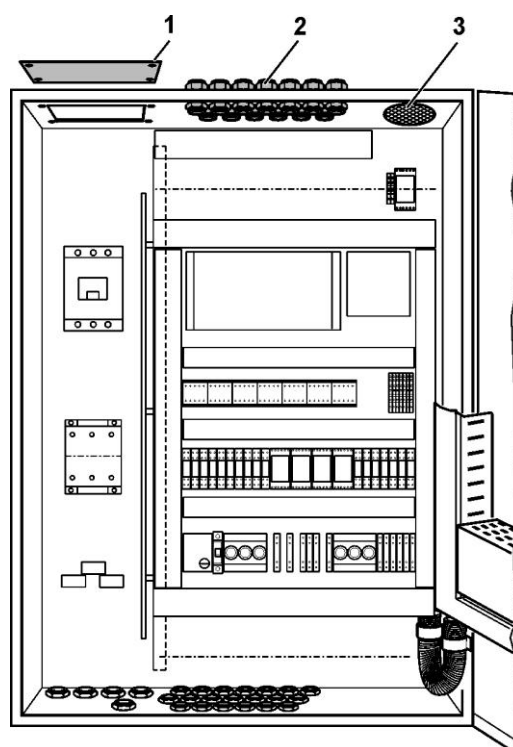

Рис. 12 Подвод кабеля к распределительной панели модуля БТЭС
- Снять защитные пластины (Рис. 12, поз. 1) и выполнить кабельные вводы (обеспечивается заказчиком) для подключаемого к сети силового кабеля.
- Соединительный кабель через кабельные вводы подвести к верхней стороне модуля (Рис. 12, поз. 2).
Легенда к Рис. 12